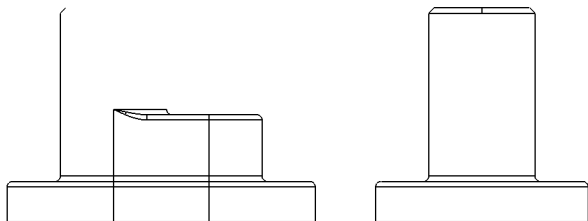

图 12-25 隐藏视图边线对象
(4) 单击【确定】按钮，即可隐藏视图边线对象，如图 12-25 所示。